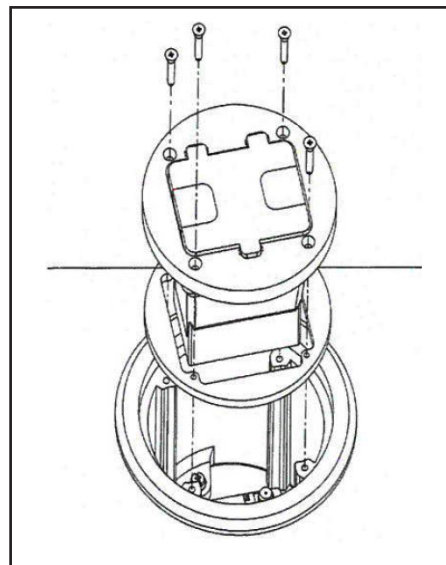

FIGURE 6
- Assemble Cover assembly to Carpet Flange. (Fig. 6).
- Fixer l'ensemble de couvercle au collet pour tapis. (Fig. 6).
20. Acoplar el conjunto de la tapa al reborde para alfombra. (Fig. 6).